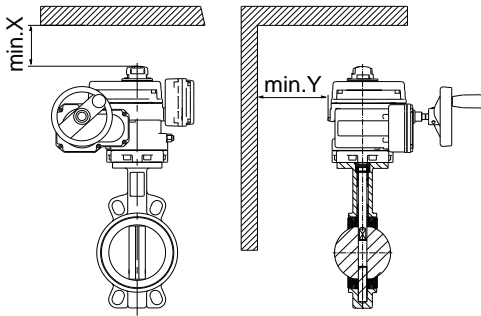

图 2
1.3 执行器安装必须预留足够的拆装空间，顶部和侧边预留参考距离如图 2。